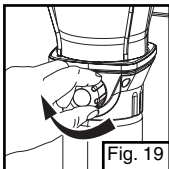

Fig. 19
- Réglez la commande à l'arrêt. (Fig. 19)